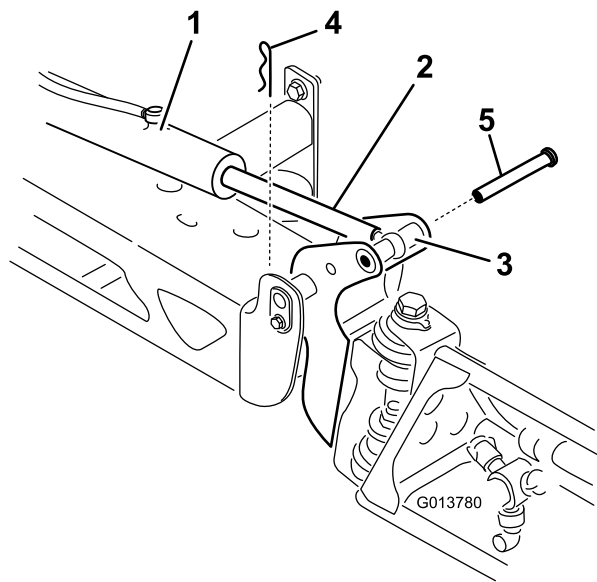

Figura 65
2. Staccate la coppiglia dal perno con testa (Figura 65).
3. Sollevate la sezione, rimuovete il perno con testa e lentamente abbassate a terra la sezione (Figura 65).
7. Supportando la sezione di irrorazione, inserire il perno con testa attraverso il perno della barra e l'asta dell'attuatore (Figura 65).